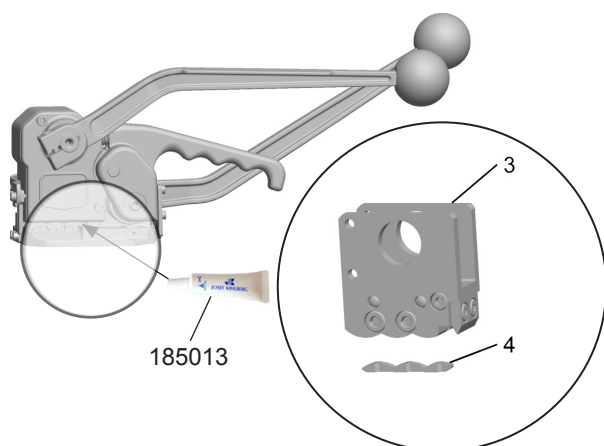

Fig. 16
– Rengör överstansen (Fig. 16/3) och understansen (16/4) från eventuella föroreningar, antingen med tryckluft eller med en liten stålborste.